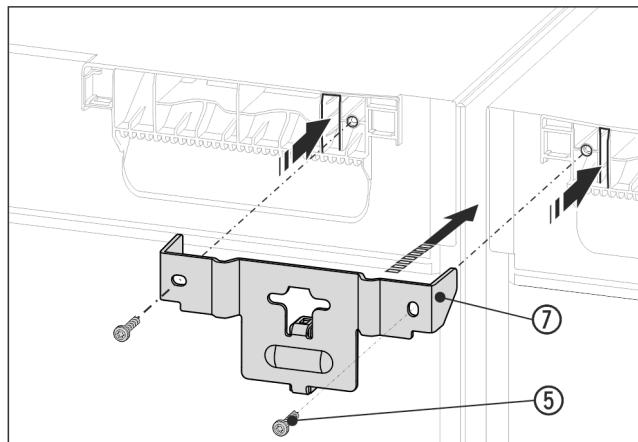

Fig. 15 Zobrazení příkladu
- ▶ Úhelník Fig. 15 (7) zasuňte rozpěrným kusem mezi přístroje a lištami do víka přístrojů. Pomocí 2 šroubů Fig. 15 (5) pevně přišroubujete.